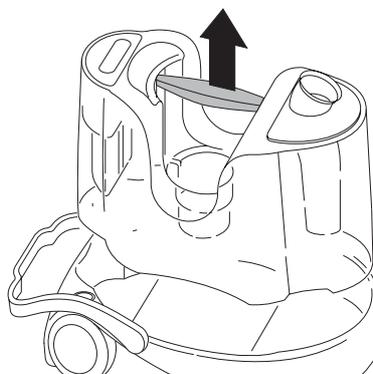

fig. 3
- Estrarre la tanica raccoglilividi/liquidi **H** utilizzando l'apposita maniglia prevista sulla tanica (fig. 3).